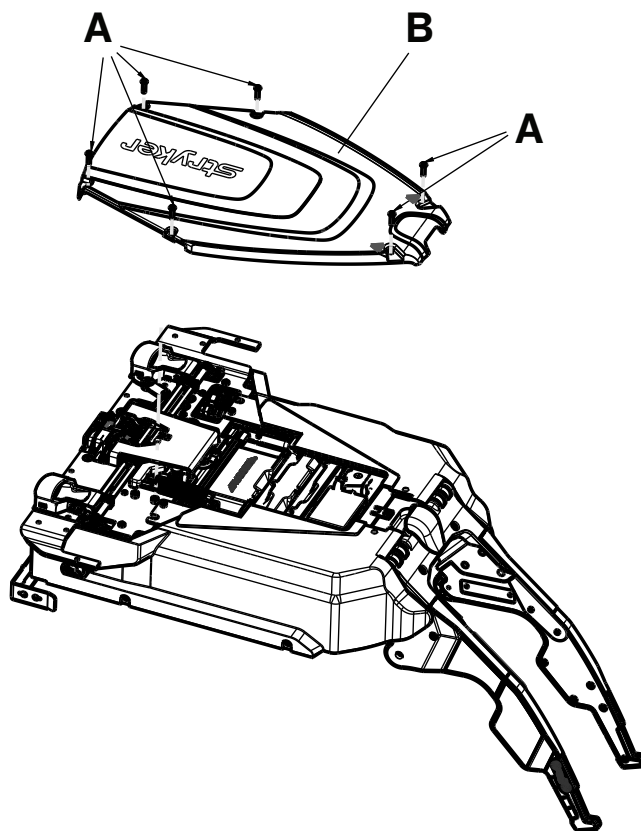

Figure 11 – Couvercle supérieur du chariot
1. À l'aide d'une clé Torx T25, retirer les six vis (A) qui fixent le couvercle supérieur du chariot (B) (Figure 11). Conserver les vis.